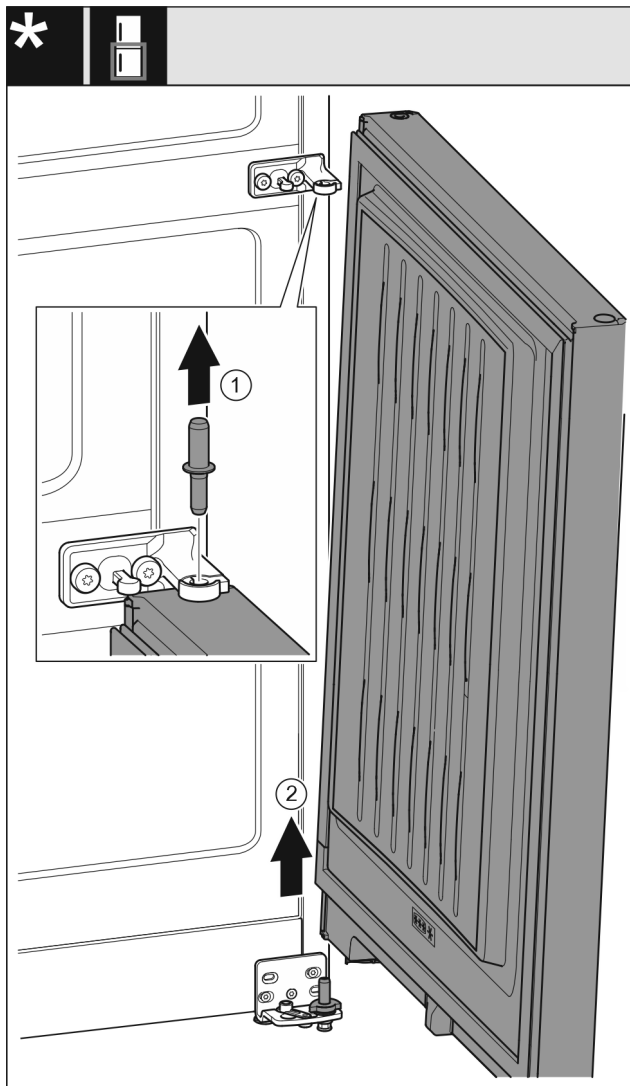

Fig. 9 Senza ammortizzatore di chiusura
- Estrarre il perno Fig. 9 (1) verso l'alto.
- Ruotare all'esterno la porta Fig. 9 (2), tirarla verso l'alto e disporla a lato.